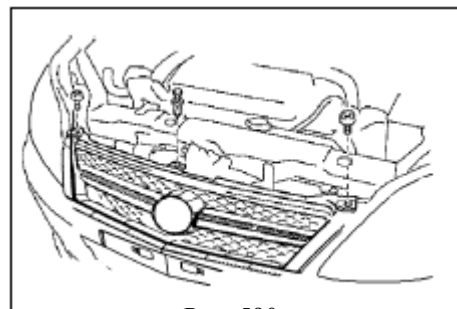

Рис. 590
- б.** Отсоедините два зажима, и затем снимите накладку переднего бампера(рис. 590).